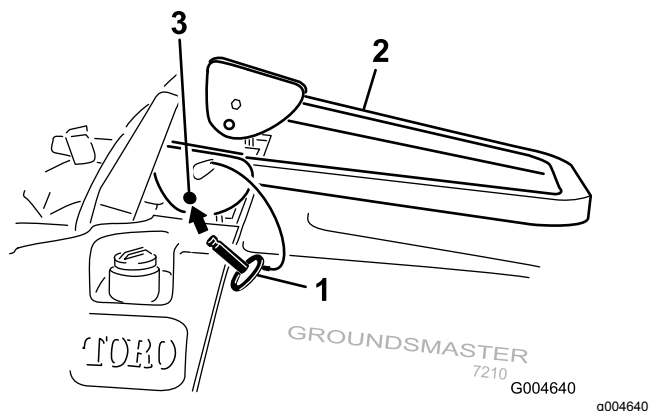

Figure 12
2. Faites pivoter l'arceau de sécurité à la position abaissée (Figure 12).